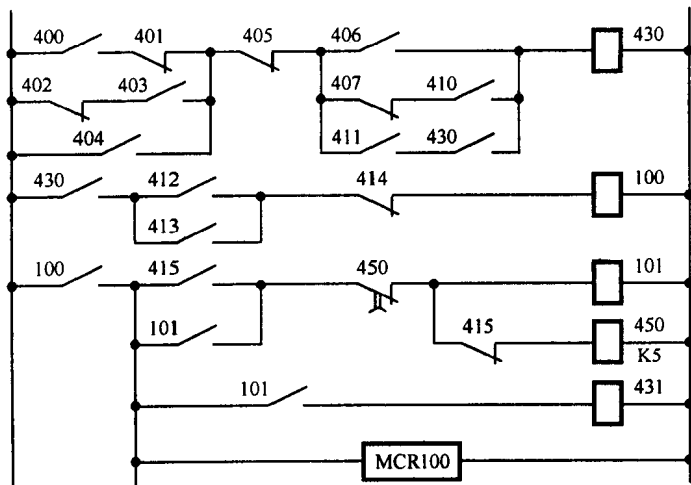

图 14.1.3
2. 图 14.1.3 所示的梯形图为一完整的控制程序，试用 F-40M 型 PLC 的指令写出其指令语句表。